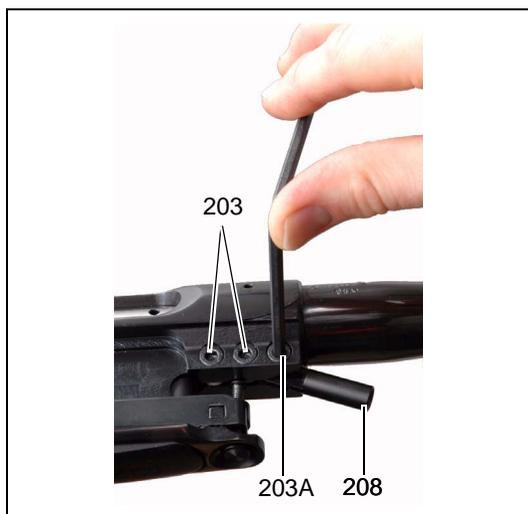

Fig. 20
- Vissez les vis de serrage jusqu'à ce que la cuisse de la clé dynamométrique commence de se tourner (limitation du couple tangible), (voir Fig. 20).